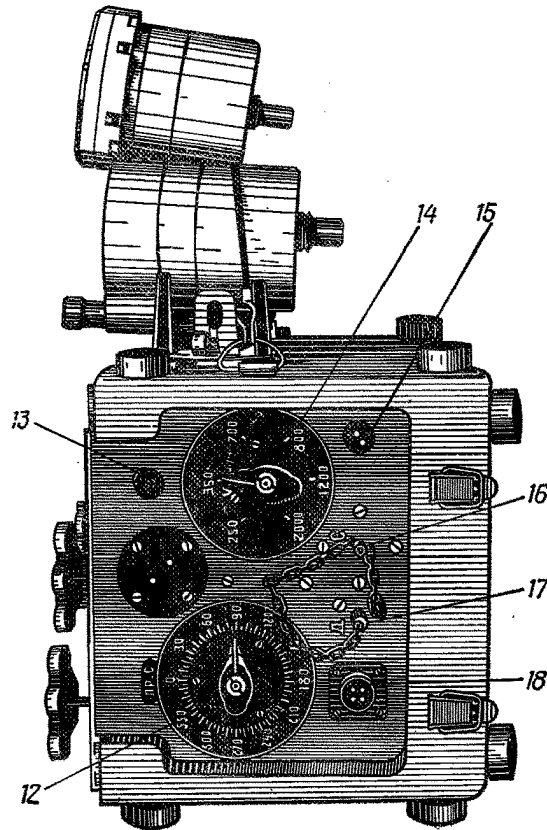

Рис. 11. Внешний вид установки КПА-ПВД:
2.1. установить трехходовой кран на агр. 2077 в положение «ВКЛЮЧЕН»; 2.2. расконтрить и отвернуть колпачок с отверстиями со штуцера ИВФ-12-1 у агр. 2077 и на штуцер фильтра навернуть заглушку 4 (рис. 9); 2.3. открыть крышку люка электроотсека справа на самолетах Ан-24, Ан-26 и слева на самолетах Ан-30. Расконтрить и отвернуть колпачок с сеткой на штуцере «АТМОСФЕРА АРД»; 2.4. установить установку КПА-ПВД возле электроотсека и через переходник 1 с накидной гайкой, крестовину 2, тройник 3 и резиновые трубки Ø4 мм соединить штуцер «АТМОСФЕРА АРД» в электроотсеке со штуцером «С» установки КПА-ПВД и приборами УВПД-15, ВД-10 и ВАР-30 как указано на рис. 10; 2.5. подсоединить электрокабель к ШР 18 на установке КПА-ПВД, а затем к розетке постоянного тока напряжением 24—28 В, расположенной в электроотсеке. На установке КПА-ПВД должен загореться зеленый светосигнализатор 15 (рис. 11), сигнализирующий подачу питания на установку. ВНИМАНИЕ! ВО ВРЕМЯ РАБОТЫ ОСТАВЛЯТЬ УСТАНОВКУ ПОД ТОКОМ БЕЗ НАДЗОРА ЗАПРЕЩАЕТСЯ; 2.6. рукоятку крана-переключателя режимов 7 (рис. 11) на КПА-ПВД установить в положение «РАЗР»; 2.7. двухполюсный переключатель 6 установить в положение «ВКЛ», а в ночное время — в положение «ВКЛ.—СВЕТ»; 2.8. открыть регулировочный кран статического давления 2, установив рукоятку крана в положение «РАЗР» поворотом ее против часовой стрелки; создать разряжение в трубопроводах, соответствующее значению 3 000 м по прибору ВД-10; 2.9. закрыть регулировочный кран статического давления 2, повернув рукоятку крана по часовой стрелке, и проверить герметичность системы. Скорость падения высоты по прибору ВД-10 должна быть не более 60 м/с;	При отклонении от ТТ выяснить и устранить причину
5.4. установить на установке КПА-ПВД: — рукоятку крана-переключателя режимов 7 (см. рис. 11) в положение «РАЗР»; — рукоятку крана сброса статического давления 5 в положение «ЗАКР», повернув рукоятку крана по часовой стрелке; — рукоятку предохранительного крана статического давления («ПР.С») 12 в положение «90°»; — двухполюсный переключатель 6 в положение «ВКЛ» (в ночное время — в положение «ВКЛ. СВЕТ»); 5.5. открыть регулировочный кран статического давления 2, установив рукоятку крана в положение «РАЗР» поворотом ее против часовой стрелки на один зубец рукоятки; снять показания с УВПД-15. Скорость по вариометру ВАР-30 20—30 м/с поддерживать регулировочным краном статического давления 2. В течение 1 мин показания по УВПД-15 должны быть 0,032—0,035 МПа (0,32—0,35 кгс/см²), после чего стрелка ВАР-30 должна установиться на «0»; 5.6. закрыть регулировочный кран статического давления 2, повернув рукоятку крана по часовой стрелке; 5.7. выключить установку КПА-ПВД, установив двухполюсный переключатель 6 в положение «ВЫКЛ»; 5.8. открыть кран сброса статического давления 5, повернув рукоятку крана против часовой стрелки; 5.9. отсоединить переходники с резиновыми трубками со штуцером «СТАТИКА», «АТМОСФЕРА» агр. 2176 и от установки КПА-ПВД; 5.10. отсоединить установку КПА-ПВД от бортовой сети; 5.11. установить прокладку, сетку 8 (см рис. 5) и прижимное кольцо 7, завернув винты их крепления; 5.12. закрыть крышку люка электроотсека; 5.13. проверить узел ограничителя избыточного давления на остальных выпускных клапанах, для чего: